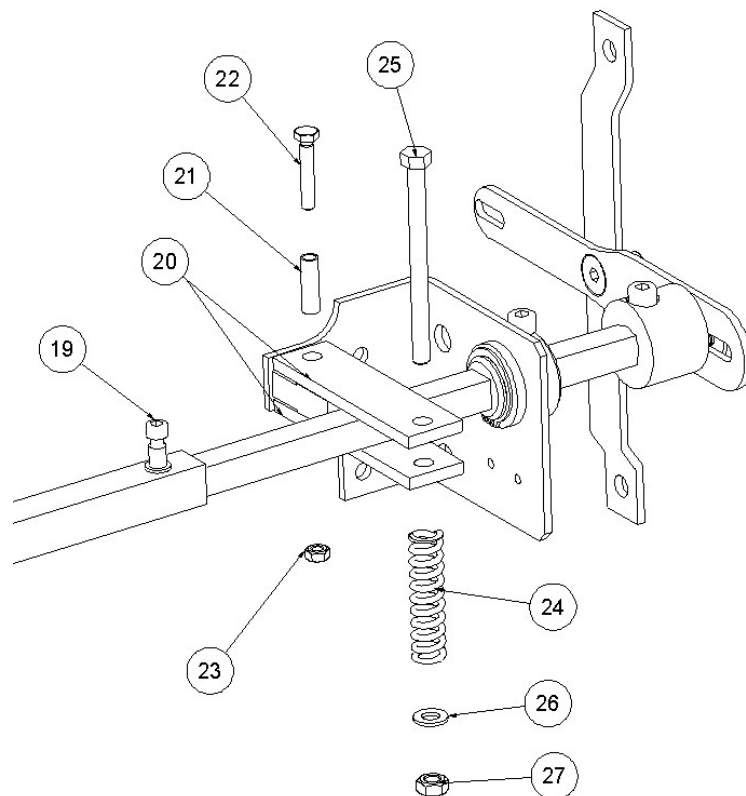

Figure. 6
7. MONTAGE DE L'ENSEMBLE TENDEUR: Vous devez aligner les deux supports axe (20) avec le support-tendeur (l'un en partie supérieure et l'autre en partie inférieure), tout en insérant ensuite la douille tendeuse (21) et en arrimant l'ensemble avec la vis DIN 933 M6 x 35 (22) et l'écrou DIN 985 M6 autoblock (23). On fait ensuite passer une vis M8 x 100 DIN 931 (25), par les trous libres des supports de l'axe et par le ressort de rappel (24), tel qu'il est indiqué dans la figure. Enfin, on ferme l'ensemble avec une rondelle M8 DIN 125 (26) et un écrou M6 DIN 985 Autoblock (27) -Fig.6- .